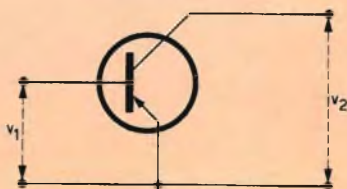

Fig. 19
4) « **tasso di controreazione interna del transistor** » con ingresso aperto, il rapporto tra la tensione d'ingresso v_1 e la tensione di uscita v_2 , (fig. 19):